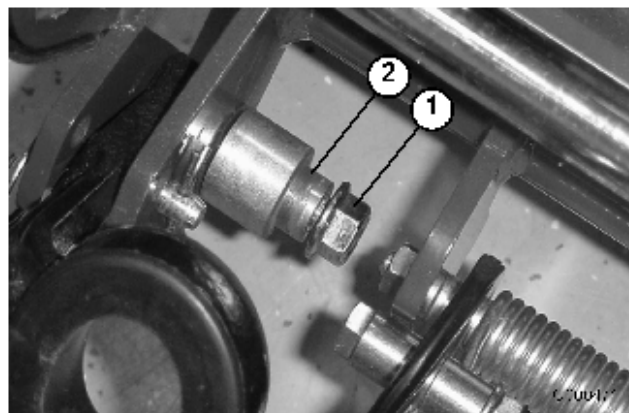

Figure 4
1. Retirez le contre-écrou à collerette de la vis de montage et de l'axe de pivot de chaque côté de la machine (Figure 4).